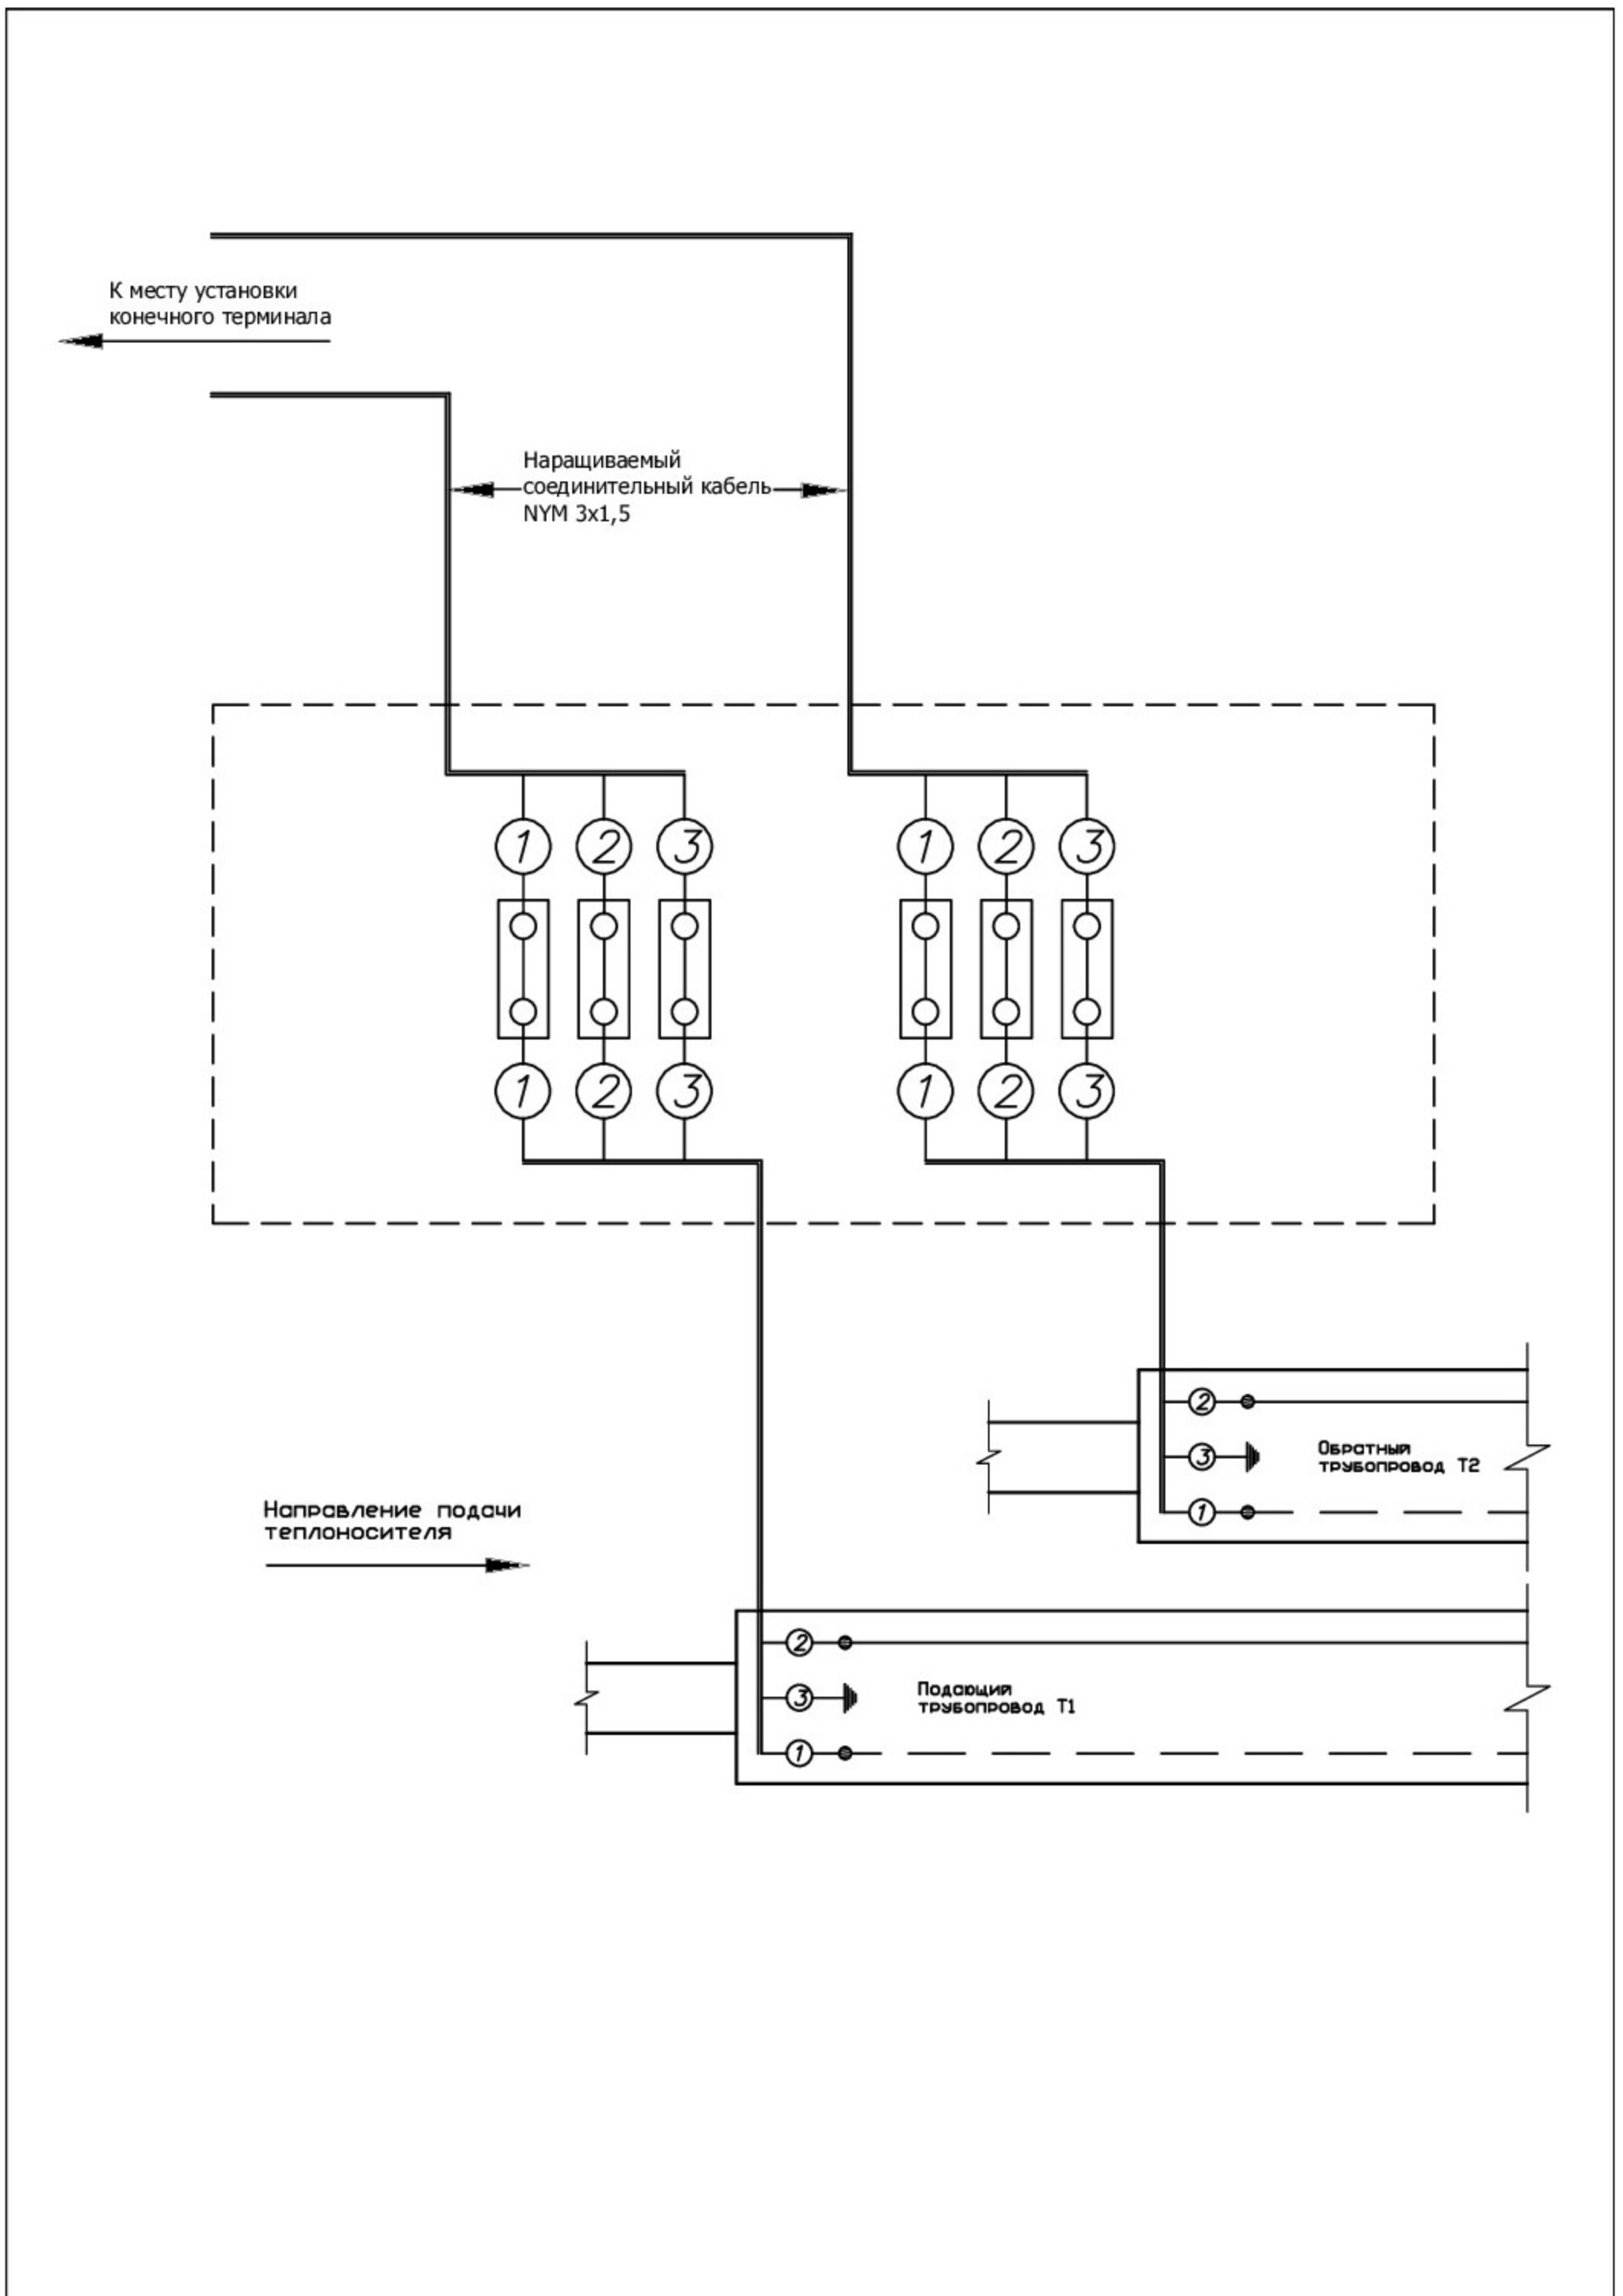

Рис. 8 Подсоединение/наращивание кабеля к двухтрубной системе ОДК
8. Для подсоединения (наращивания) кабеля к двухтрубной системе контроля, монтаж проводников внутри терминала осуществлять по электрической схеме – **Рис. 8**.